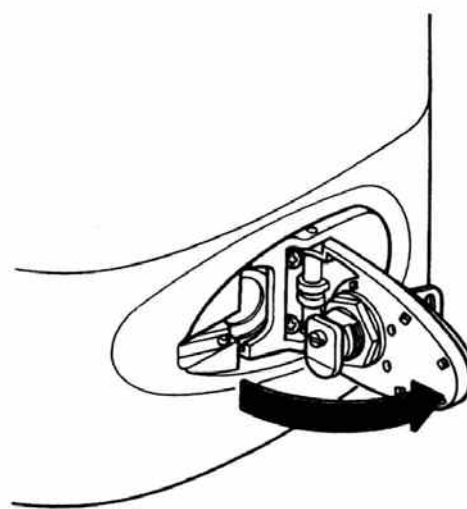

Рис.3
- 3) Потянув за ключ, откройте крышечку до положения, в котором она будет перпендикулярна двигателю ROBO (рис. 3).